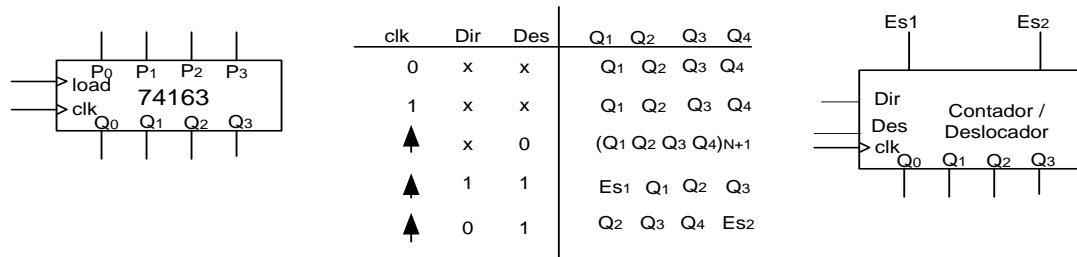

Figura 2 – Contador com deslocamento bidirecional.
**2Q:** Usando somente um contador 74163, Mux's e portas, **projete** um **contador** binário de quatro bits com deslocamento bidirecional, onde a sua **tabela de operações** está descrita na figura 2.